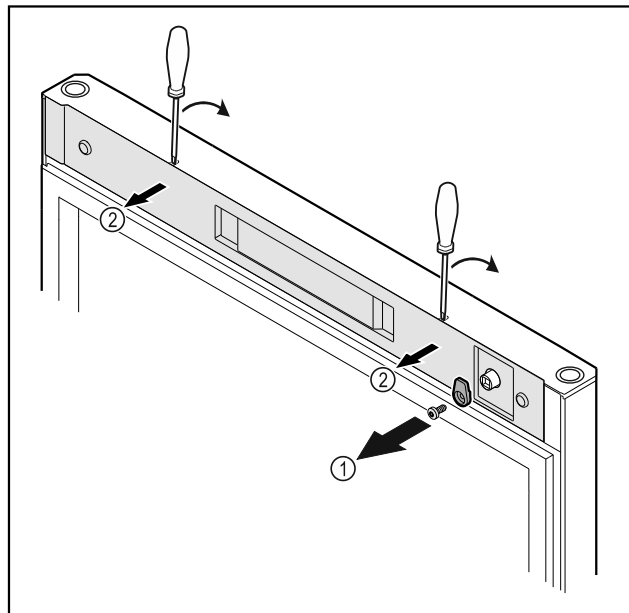

Fig. 12 *
- ▶ Skru av lukketappen Fig. 12 (1)*
- ▶ Vipp dekselet Fig. 12 (1) ut av stilling med en liten skruetrekker, og ta det av.*